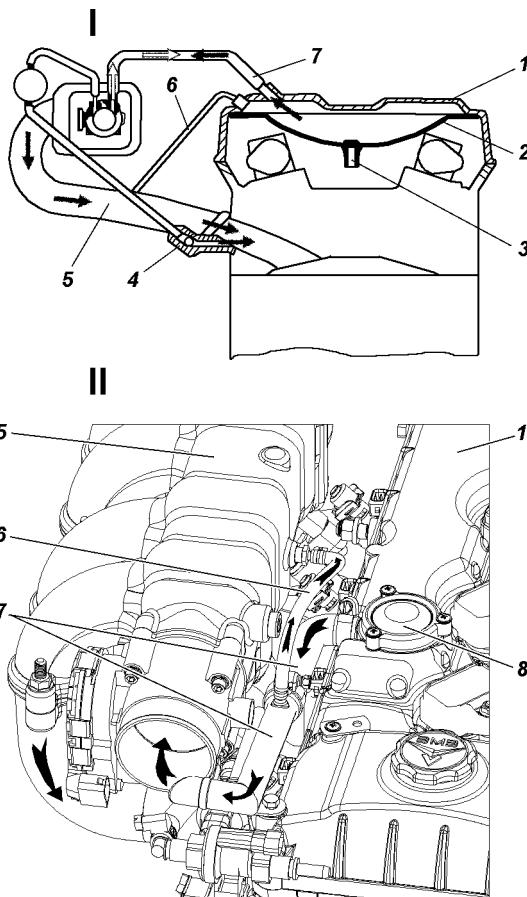

Рис. 9.21. Вентиляция картера двигателя ЗМЗ-409:
**Система вентиляции картера двигателя ЗМЗ-409, ЗМЗ-4091.10.** При обслуживании системы вентиляции (рис. 9.21) необходимо снять крышку клапанов 1, шланги вентиляции 6, 7 и очистить от смолистых отложений каналы вентиляции в крышке клапанов и впускной трубе, шланги вентиляции и патрубки маслоотражателя 2. Промывку маслоотражателя в бензине проводите без снятия его с крышки клапанов.